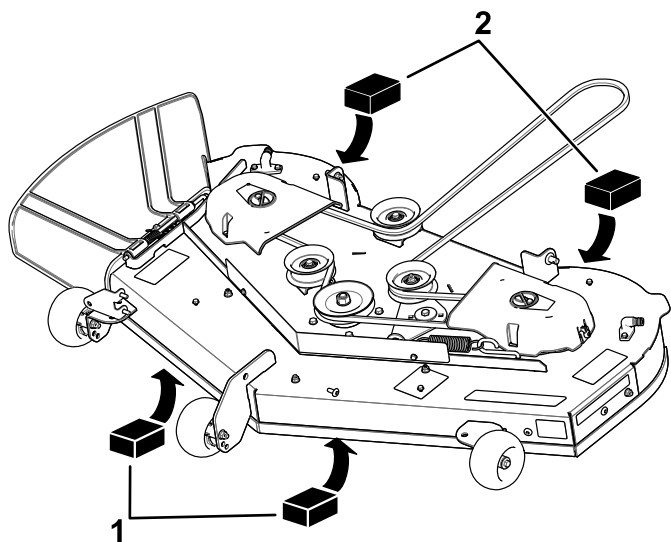

**Figure 68**
4. Placez deux cales de 6,6 cm (25/8 po) d'épaisseur chacune sous chaque côté du bord avant du tablier de coupe, mais pas sous les supports des galets anti-scalp (Figure 68 ou Figure 69).
5. Placez deux cales de 7,3 cm (27/8 po) d'épaisseur chacune sous le bord arrière de la jupe du tablier de coupe, une de chaque côté (Figure 68 ou Figure 69).